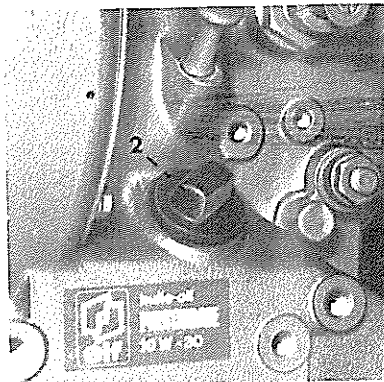

Fig. 13
- 1 - Dévisser le bouchon de remplissage 2 Fig. 13
- 1 - Remove filler cap 2 Fig. 13